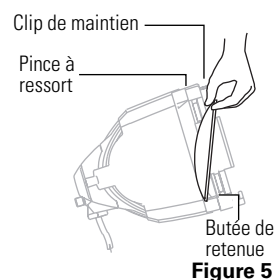

Figure 5
1. Positionner le luminaire avec l'avant (la partie lentille) face à soi, et incliner légèrement l'unité. Voir la **Figure 5**.
3. Tenir la lentille par le bord, et la positionner de façon à ce que la surface convexe soit tournée vers le fond du luminaire. Voir la **Figure 5**.